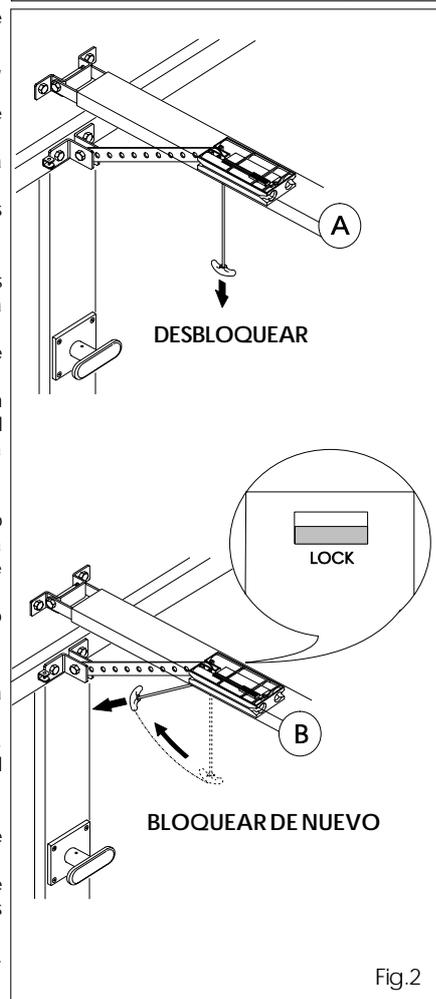

Fig.2
-Desbloqueen el operador tirando hacia abajo la palanca de desbloqueo (fig.2 ref.A).
Bloqueen de nuevo la automatización tirando horizontalmente de la manilla (fig.2 ref.B).